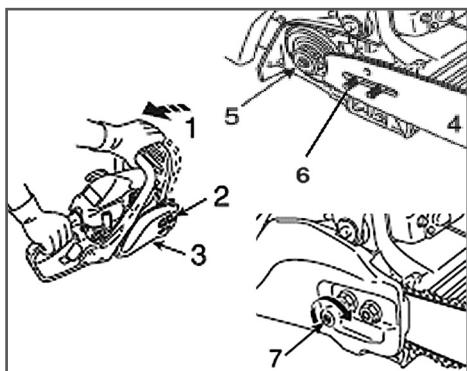

Рис. 2 Установка шины
- Перед установкой шины и цепи убедитесь в том, что тормоз цепи находится в расторможенном положении. Для этого рукоятку тормоза 1 (Рис.2) потяните на себя до щелчка.
- Открутите гайки 2 и снимите крышку шины 3 (Рис. 2).
- Установите шину 4 пазом на шпильки крепления шины 6 и передвиньте ее в сторону муфты сцепления 5 для облегчения установки цепи (Рис. 2).
- Вращая винт натяжителя цепи 7 (Рис. 2) против часовой стрелки, установите палец натяжителя в крайнее левое положение. Установите на место крышки шины 3 (Рис. 2).
8. Отрегулируйте натяжение цепи (см. раздел «Регулировка натяжения цепи») вращая винт натяжителя цепи 7 (Рис. 2) по часовой стрелке.